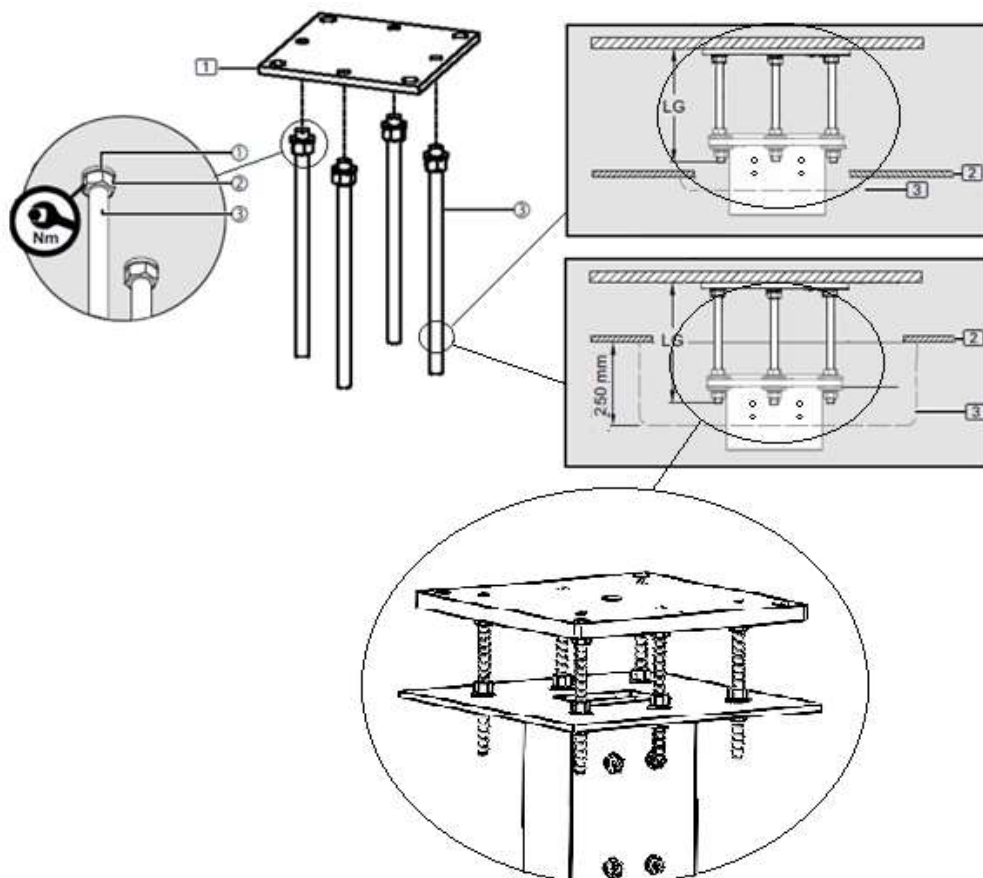

Abb. 6 Montage der Schnittstellenplatte in Räumen mit Zwischendecke
Es gibt zwei verschiedene Konfigurationen, wenn ein Fallrohr in einem Raum mit Zwischendecke montiert wird. Eine Möglichkeit besteht darin, dass der Abstand zwischen der Decke und der Zwischendecke die Länge LG der Gewindebolzen ③ vollständig abdeckt. In diesem Fall wird eine flache Deckenblende mit einer Höhe von weniger als 10 mm geliefert, wie oben rechts in Abbildung 6 zu sehen ist. Die andere Möglichkeit besteht darin, dass der Abstand zwischen Deckenkonstruktion und Zwischendecke nicht ausreicht, um eine korrekte Installation und Energieversorgung zu gewährleisten. In diesem Fall kann (optional) eine 250 mm hohe Zierblende angefordert werden, wie unten rechts in Abbildung 6 dargestellt.
- Die Deckenblende (3) wird später bündig mit der Zwischendecke montiert. Sie deckt den gesamten Bereich der Verbindungsschrauben ab, wie in der Detailansicht in Abbildung 6 zu sehen ist.
- Setzen Sie 1 Federscheibe ① ein und schrauben Sie 1 Sechskantmutter M10 ② auf jede der Gewindebolzen M10 ③.